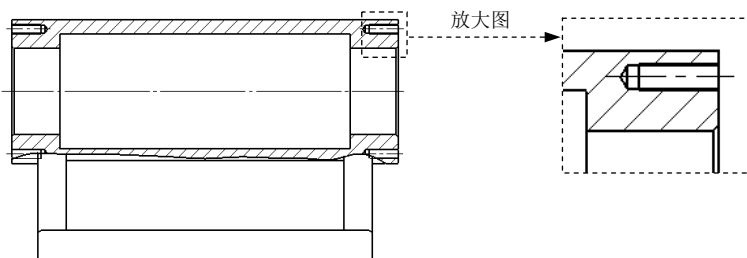

图 6.15.29 创建中心线
(3) 单击“完成”按钮 ，完成中心线的创建，结果如图 6.15.29 所示。